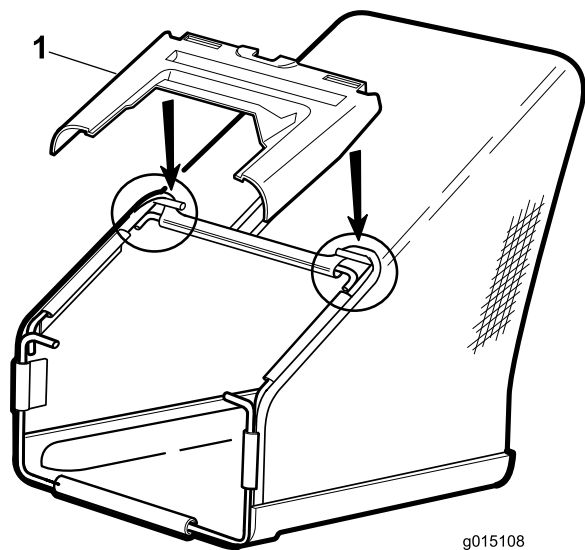

Figura 5
3. Instale la cubierta de plástico sobre el armazón del recogedor, según se muestra en Figura 5.